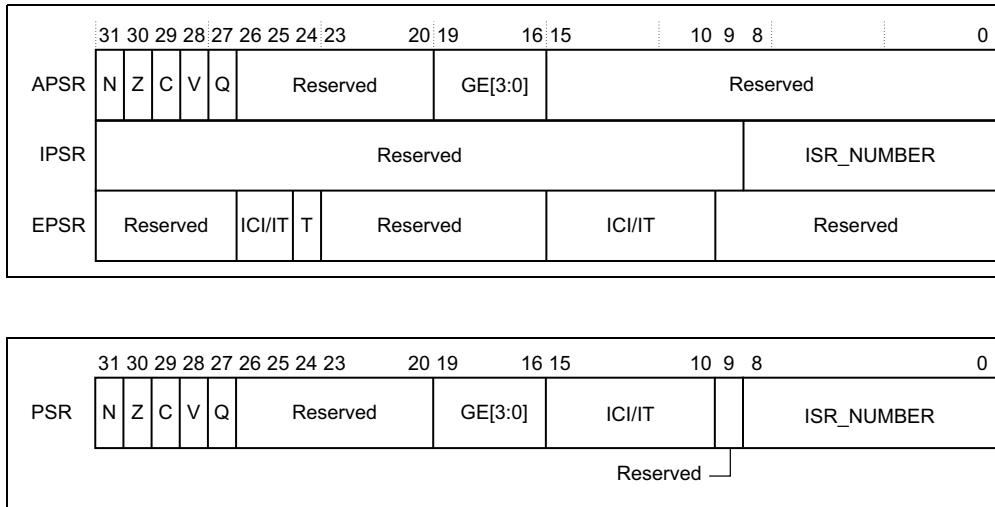

FIGURE 2.2 – Registres d'états du STM32F401xD/xE
**PSR Program Status Register** contient une combinaison de 3 registres d'état APSR, IPSR, EPSR. Ces trois registres sont des champs de bits mutuellement exclusif du PSR, voir la figure 2.2.